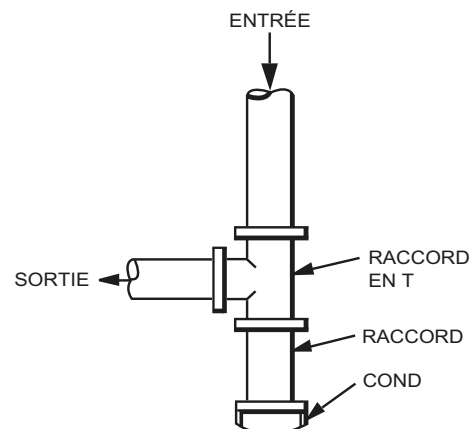

Figure 8 – Piège à sédiments
4. Installez un piège à sédiments sur la colonne montante qui alimente le module de chauffage (consultez la fig. 8). Ce point de purge permet de piéger la saleté et les condensats.